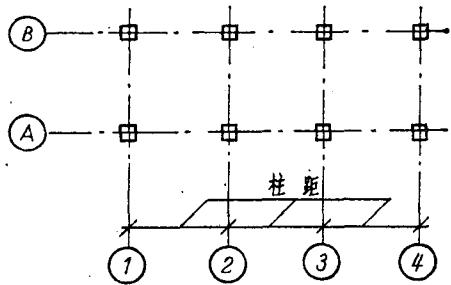
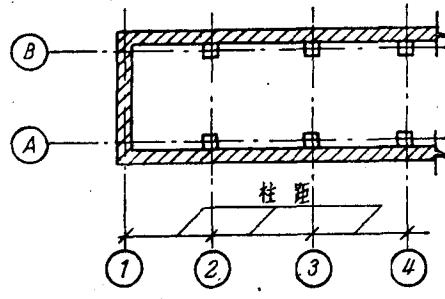

图 4 柱距注法之一
图 5 柱距注法之二
(1) 查明图标、比例及看懂注解。
(2) 查看总长尺寸和总宽尺寸。知道了总尺寸后, 就可了解新建的房屋要占多大面积。
(3) 查看柱距。柱距是指柱子中心线到邻近另一柱子中心线的距离, 如图 4。当房屋端部没有柱子时, 可从山墙中心线算起, 如图 5。同时把每排柱子连同山墙在内, 从左到右地用阿拉伯数字编号, 在垂直方向也用汉语拼音字母从下到上地编成号码。这些号码就是轴线编号。有了这些编号的轴线, 就可以用来放灰线。如果施工中发现问题, 也便于查阅。